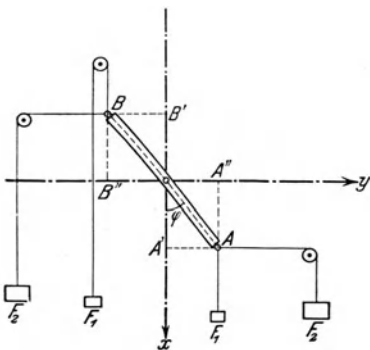

Fig. 63.
f) Hefte auf das Wandbrett einen Bogen Papier. Befestige mit einem runden Vorstecher oder einem Nagelbohrer, der durch die Mitte des 50 cm langen Stabes gesteckt ist, den Stab drehbar im Punkt  $O$  des Papiers (Fig. 63). Prüfe, ob er im allseitigen Gleichgewicht ist.